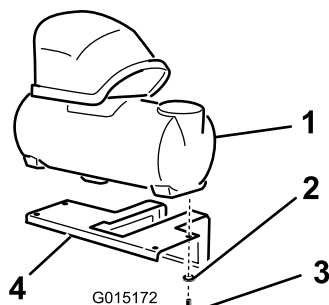

Figura 3
1. Collocate il gruppo serbatoio della schiuma sulla staffa di montaggio come illustrato (Figura 3).